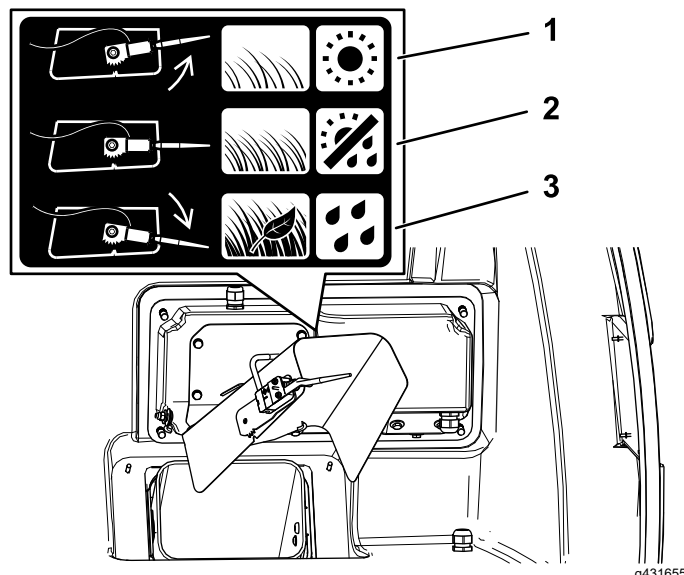

Figura 28
- Se le condizioni dell'erba e meteorologiche sono normali, ruotate il sensore nella posizione centrale (**Figura 28**).
- Se l'erba è folla e bagnata oppure in caso di raccolta delle foglie o di riempimento della tramoggia prima dell'attivazione del sensore, ruotate il sensore verso il basso (**Figura 28**).
- Se l'erba è rada e secca o se l'apparato di taglio si disinnesta prima che la tramoggia sia riempita, ruotate il sensore verso l'alto (**Figura 28**).